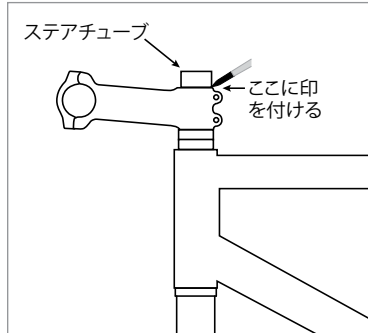

図 4
7. 細字フェルトペンを使用してステムの上端に沿ってステアチューブに印をつけます (図 4)。